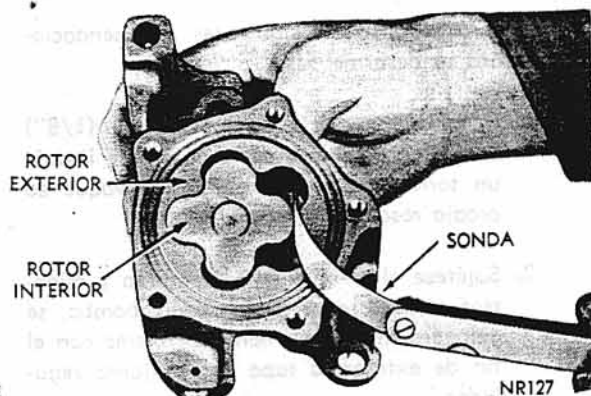

Fig. 9 - Medición de la tolerancia entre Rotores
8. Verifíquese la tolerancia entre el rotor interior y el exterior (Fig. 9). Si la medida es mayor de 0,152 mm. (.006"), instálese rotores nuevos.